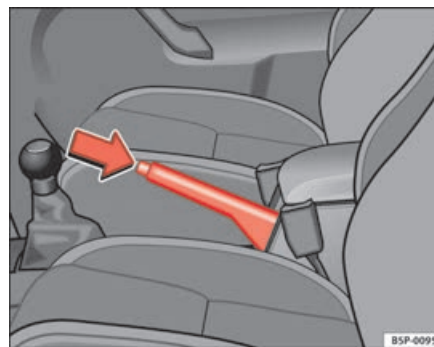

Fig. 146 Il freno a mano, ubicato tra i due sedili anteriori
- Tirare la leva del freno a mano verso l'alto ⇒ pag. 179, fig. 146.
- Tenendo premuto (nella direzione indicata dalla freccia ⇒ pag. 179, fig. 146) il tasto di sblocco, spostare prima la leva leggermente verso l'alto e poi abbassarla del tutto. ⇒ .